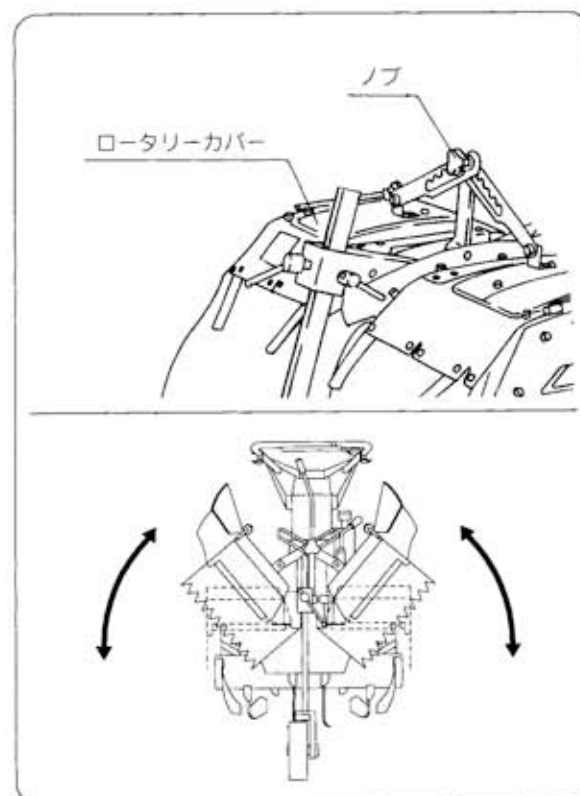

図33
- ① ロータリーカバー、側板は作業により上下に調節してください。（図33）